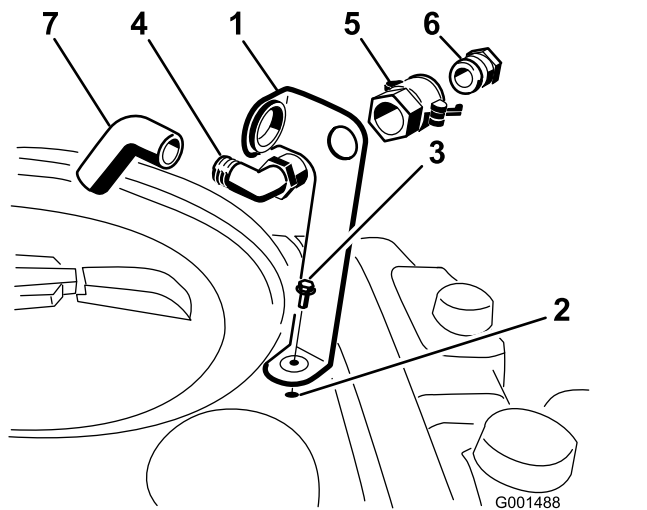

Figura 3
com um parafuso de cabeça flangeada (5/16 x 3/4 pol.), como se mostra na Figura 3.
2. Coloque a parte roscada da ligação de cotovelo de 90° no suporte e aparafuse o acoplador rápido, fixando-o ao suporte (Figura 3).
3. Instale o adaptador da tubagem no acoplador rápido (Figura 3).
4. Bloqueie o adaptador na posição correta, girando as alavancas em direção ao adaptador, e depois fixe-as com os pernos de gancho (Figura 3).
5. Coloque o tubo antissifão pela abertura larga no suporte e pela extremidade dentada da ligação de cotovelo de 90° (Figura 3).